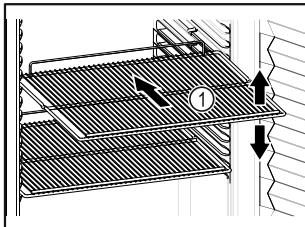

Fig. 56
- Ако стелажите за съхранение Fig. 56 (1) могат да се местят, регулирайте ги според височината.